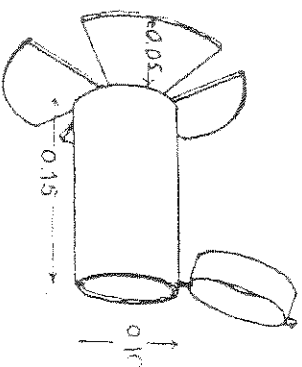

Figure 7.
- **Les vannes de vidange :** Ce sont des tuyaux métalliques de diamètre 0,10 m environ et de longueur environ 0,15 m (Figure 7). Elles peuvent être confectionnées par le soudeur du village à condition que celui-ci dispose d'un prototype.